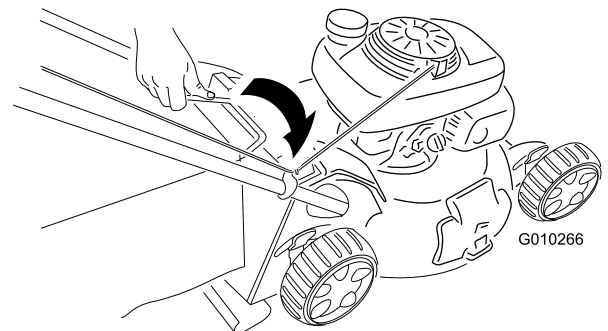
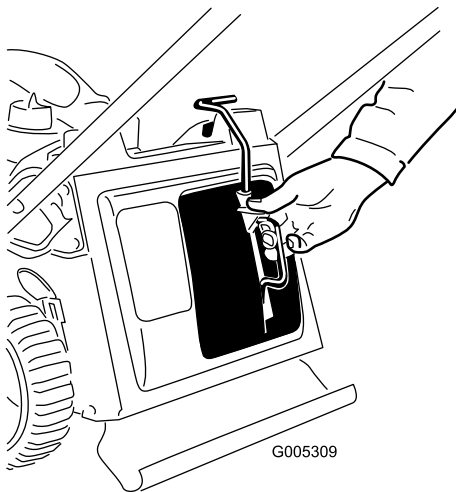

Figure 20
Figure 19
3. Serrez fermement le bouton de la partie supérieure du guidon (Figure 19).
1. Montez l'obturateur de mulching (Figure 19) ou le bac à herbe (Figure 20) sur la machine.